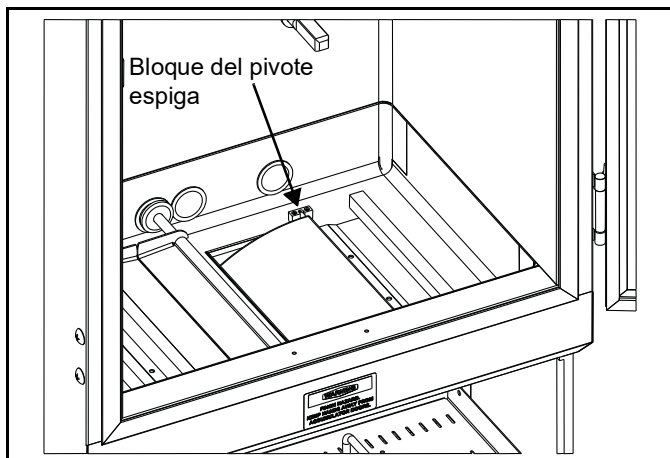

Figura-4
2. Instale las puertas abatibles derecha y la izquierda deslizando por debajo de las puertas del acumulador e insertando el pivote espiga en el bloque del pivote, como se muestra a continuación (para tener más claridad, no se muestran las puertas del acumulador en la Figura 4).